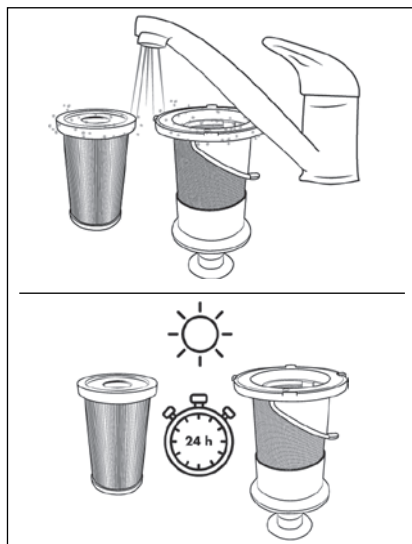

Fig. 25
- 5) Lavare il filtro EPA **5** e il filtro in acciaio inox **6** con acqua fredda o tiepida. Lasciare asciugare completamente all'aria il filtro EPA **5** e il filtro in acciaio inox **6** prima di inserirli nuovamente nel contenitore di raccolta dello sporco **7** (vedere fig. 25).